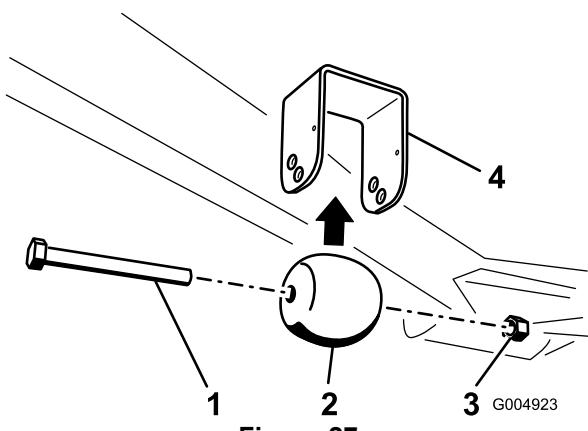

**Figure 25**
4. Retirez les fixations de chaque galet sur le plateau de coupe et montez ou abaissez les galets selon le cas ; reportez-vous aux Figure 25 à Figure 29 selon ce qui convient à votre tondeuse.